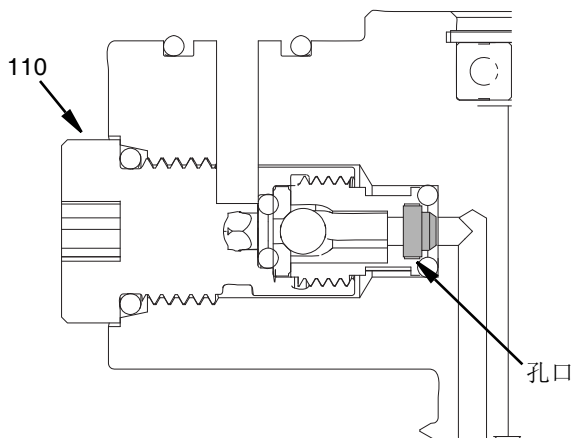

图 11
- 用 5 毫米内六角扳手卸下止回阀体 (110)。
- 将孔口嵌件放入止回阀孔口固定器中，如图 11。